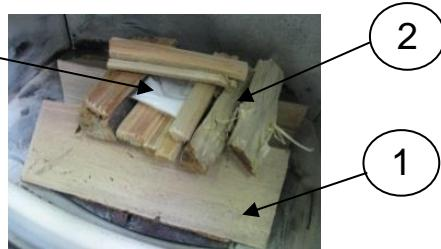

Fig. 3: Vor dem Anzünden
Legen Sie 2 – 3 Stück Scheitholz (gesamt ca. 1,8 kg) unten quer in den Feuerraum (1), mit ausreichend Abstand zueinander (mind. 2 cm). Darüber kommen ca. 0,9 kg Weichholzspäne (2). Darauf legen Sie in die Mitte eine Anzündhilfe und zünden diese an (3). siehe Fig. 3